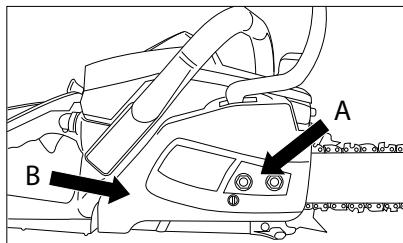

Рис. 5
3. Відкрутіть обидві гайки (A), що кріплять шину і захисну кришку. Зніміть захисну кришку разом зі щитком гальма ланцюга (B) (рис. 5).